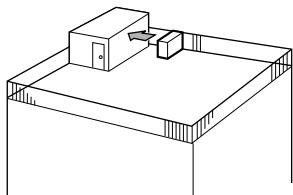

Fig. 2-3
- (1) Coloque la salida de aire de frente a la pared más próxima a una distancia de unos 50 cm de ella. (Fig. 2-3)